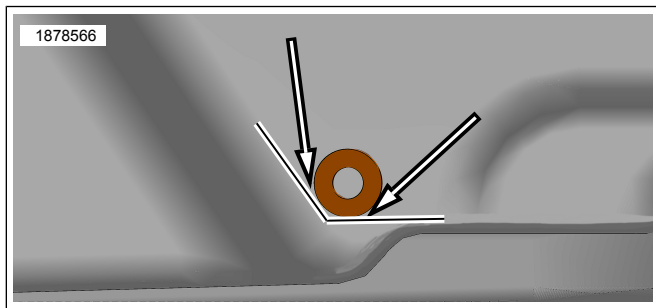

Figura 3. Locul de perforare a orificiului în partea inferioară a desăgii
- b. Figura 3 Utilizați garnitura (7) din kit ca ghid de amplasare a burghiului.